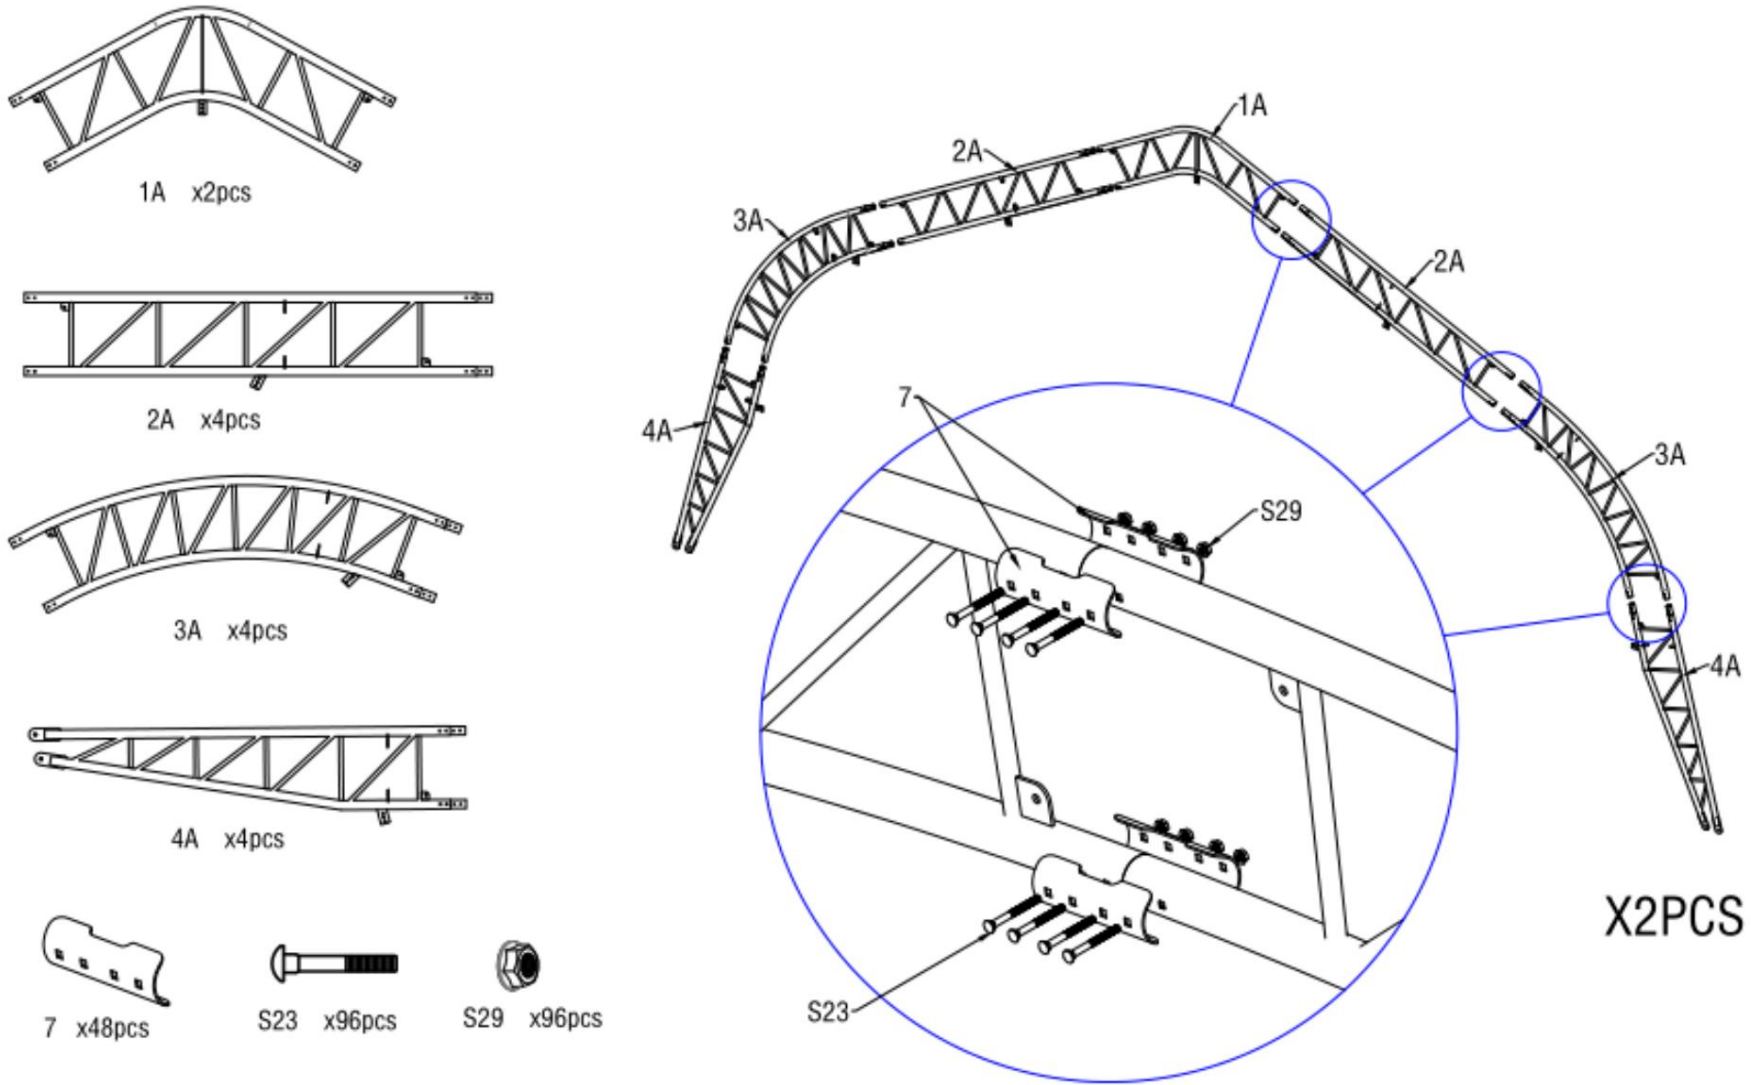

Figure 3
1. Comme le montre la figure 3, trouvez un tube de toit supérieur dans les portes avant et arrière (n° 1A), deux tubes courbés supérieurs de toit dans les portes avant et arrière (n° 2A), deux tubes courbés centraux de toit dans les portes avant et arrière (n° 3A), deux tubes courbés inférieurs dans les portes avant et arrière (n° 4A) et assemblez le premier groupe et le dernier groupe d'arches avec la vis M8x80 (n° S23). N'installez pas la vis sur le dessus de la ferme où reposera la toile.